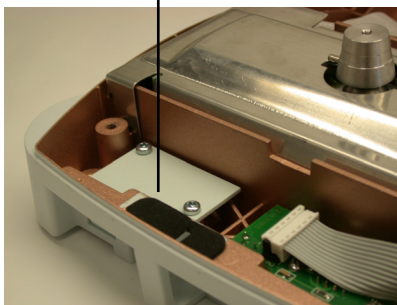

Figure 2B.
6. Dévissez les 2 vis fixant la plaque du couvercle COM2 vers l'arrière et à droite du logement inférieur (reportez-vous à la figure 2B). Mettez au rebut les 2 vis et la plaque du couvercle.